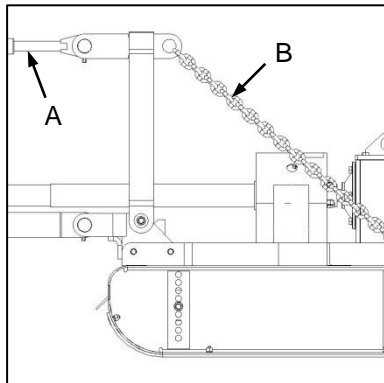

Fig. 1
- ✔ Adjust the tractor 3-point hitch top link (Fig. 1-A) to provide sufficient slack in the implement topmast chains (Fig. 1-B) to allow articulation of the implement over undulating terrain.
- ✔ Verstel die trekker se 3-punt-boskamel (Fig. 1-A) om voldoende speling aan die implement se topmas-kettings (Fig. 1-B) te verskaf, sodat die implement die kontoere van die grond kan volg.